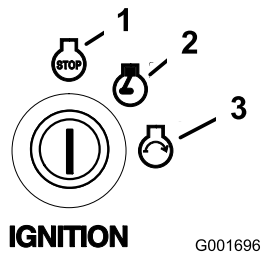

Figure 13
6. Tournez la clé de contact en position de démarrage (Figure 13). Relâchez la clé quand le moteur démarre.
4. Tournez la clé de contact à la position contact coupé et retirez-la (Figure 13).